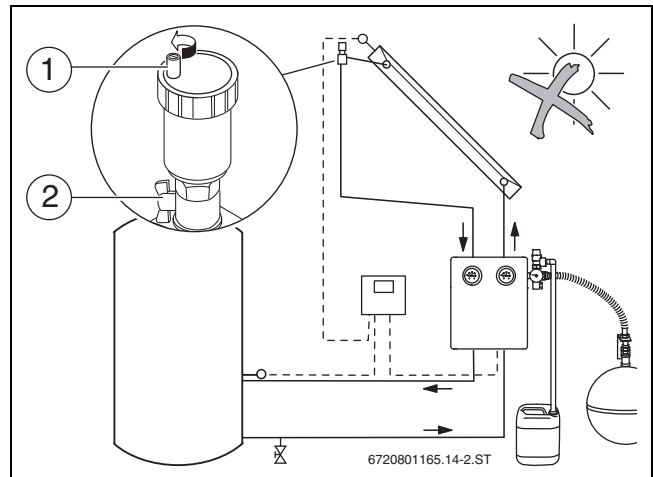

Bild 42 Entlüfter öffnen
- Rechten Kugelhahn [2] an der Solarstation und Kugelhahn am Entlüfter (→ Bild 42, [2]) schließen.